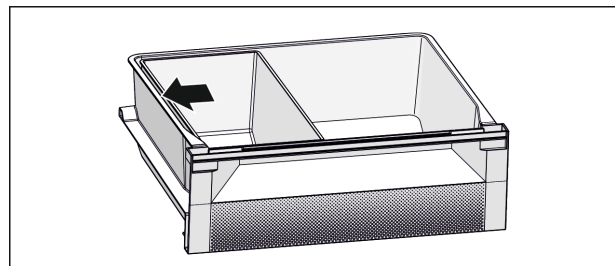

Fig. 73
- ▶ Für eine optimale Kühlfunktion: Fish & Seafood-Schale nach Abbildung (siehe Fig. 73) positionieren.